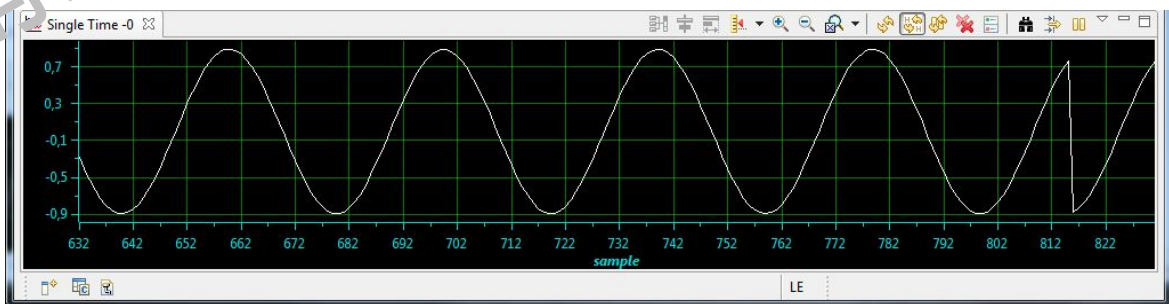

图 1-11-11
- 要查看 `output` 数组的实际值, 请单击 “Watch (监视)” 选项卡 (应当在屏幕右上角部分), 然后单击 “New (新建)”。键入 `output` 并展开此数组以显示其中的所有值。这些值以 16 位带符号整数输出, 因此可通过调整 Q 值使其标准化: 在 “Watch (监视)” 窗口中选择所有值, 右键单击并选择 “Q-values -> Q-value(15) (Q 值 -> Q 值 (15))” 如下图 1-11-11 所示: